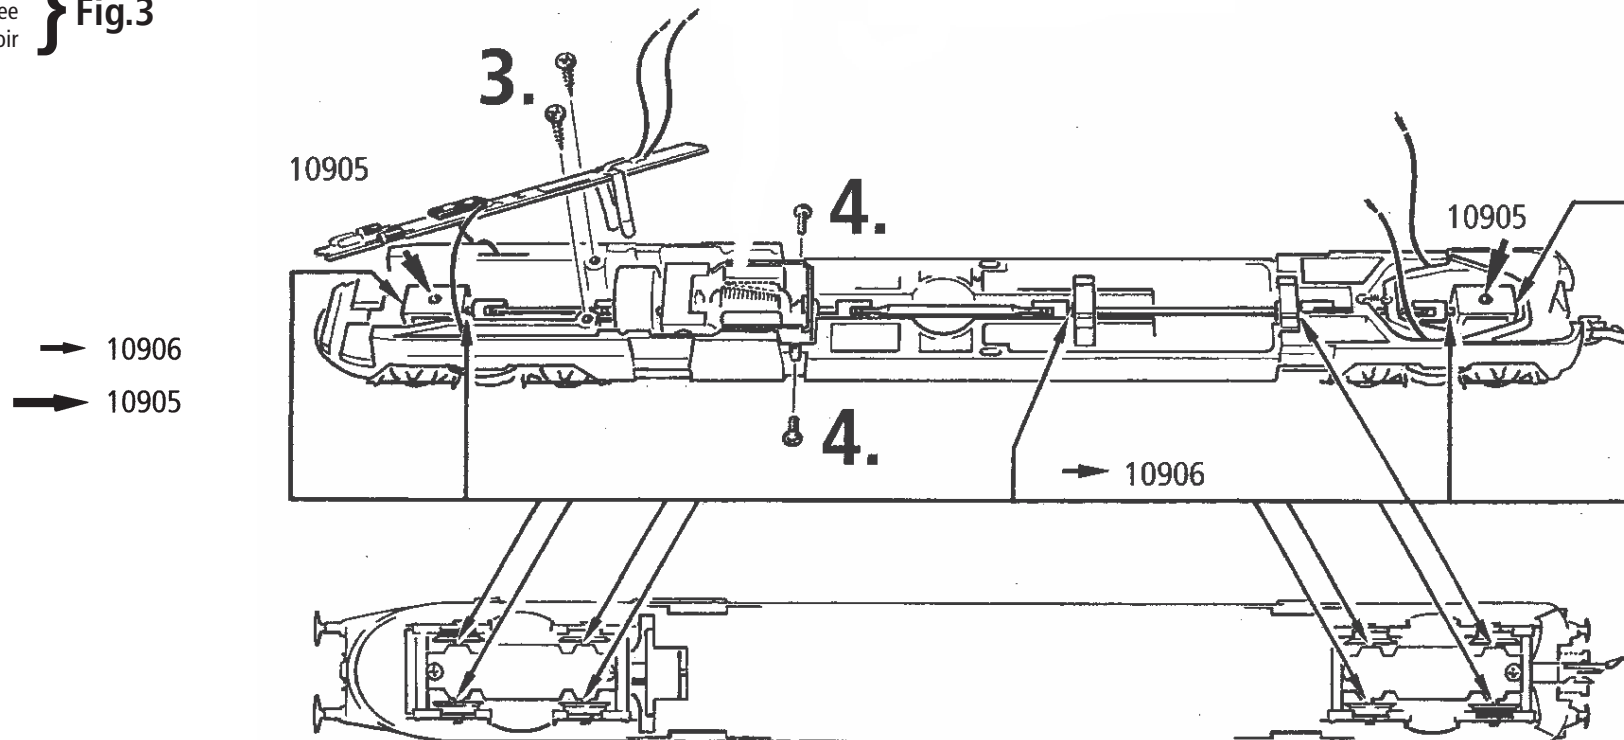
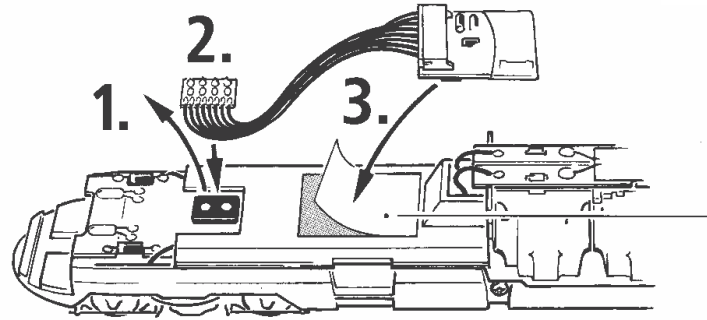
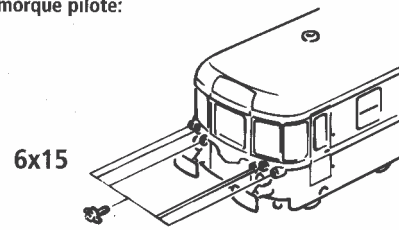

Fig. 7
Fig. 5
Fig. 3
**2. Schmierung:** Versehen Sie die im Schmierplan in Fig. 11 gekennzeichneten Stellen mit nur **kleinen Öltropfen**. Dazu zuerst das Lokgehäuse abnehmen (Fig. 3). Wir empfehlen den ROCO **Öler Art.-Nr. 10906**. Fürs Schmieren der Getriebeteile (Zahnräder, Schnecke) empfehlen wir das **ROCO-Spezialfett Art.-Nr. 10905**. Im Falle der Schmierung diese Teile **nicht ölen**.
**3. Lämpchenwechsel:** Bitte nehmen Sie zuerst das Lokgehäuse bzw. das Wagengehäuse ab (Fig. 3, Fig. 5). Danach können Sie die **Lämpchen** wechseln (Fig. 6).
**5. Kohlebürstenwechsel:** Lokgehäuse abnehmen (Fig. 3). Danach wird der Motor ausgebaut und die Kohlebürsten ausgewechselt (Fig. 7).
**2. Lubrication:** Apply **tiny oil drops** to spots marked in fig. 11. Prior to lubrication dismantle locomotive (fig. 3). We recommend using item no. **10906, ROCO oiler**. For lubrication the gearparts (e.g. cogwheels, worm) we would recommend our ROCO **special grease** (item no. **10905**).
**3. Change of lights:** First remove loco body and the car body (fig. 3, fig. 5) and then change lights (fig. 6).
**5. Carbon Brush Changing:** First remove loco body (fig. 3), and then the motor (fig. 7).
**2. Graissage:** N'appliquez **qu'une tout petite goutte** aux endroits indiqués par le plan de graissage (fig. 11) après avoir démonté la caisse de la locomotive (fig. 3). Nous vous recommandons **le graisseur à huile ROCO réf. 10906**. Pour graisser les engrenages (roues dentées, vis sans fin) nous vous conseillons la **graisse spéciale ROCO réf. 10905** pour engrenages en matières synthétiques. Lorsque vous utilisez cette graisse il faut éviter d'huiler ces composants.
**3. Remplacement des ampoules:** Veuillez démonter d'abord la caisse de votre locomotive et la caisse du car (fig. 3, fig. 5) puis vous pouvez **échanger les ampoules** (voir fig. 6).
**5. Remplacement des balais du moteur:** Démontez la caisse (voir fig. 3). Démontez ensuite le moteur et échangez le balais (fig. 7).
voir } Fig.3